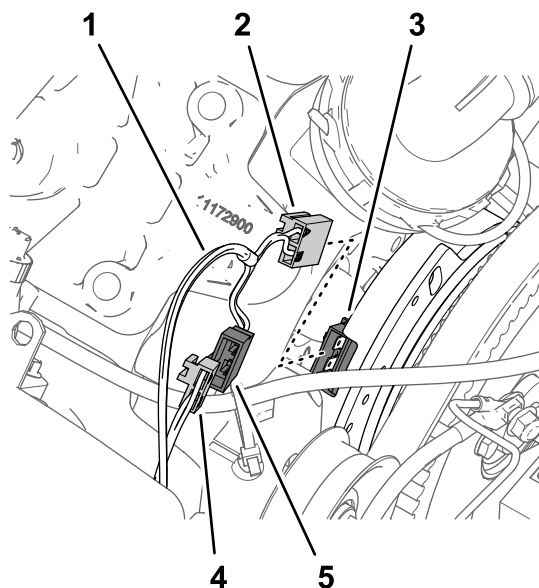

Figura 166
2. Collegate il connettore a 2 pin della diramazione del cablaggio preassemblato del kit – 84 cm indicato come FRIZIONE DELLA POMPA al connettore a 2 prese del cablaggio preassemblato della macchina indicato come BOBINA DELLA POMPA DI IRRORAZIONE (Figura 166).
3. Collegate il connettore a 2 prese del cablaggio preassemblato del kit indicato come FRIZIONE DELLA POMPA al connettore a 2 pin dell'alternatore (Figura 166).